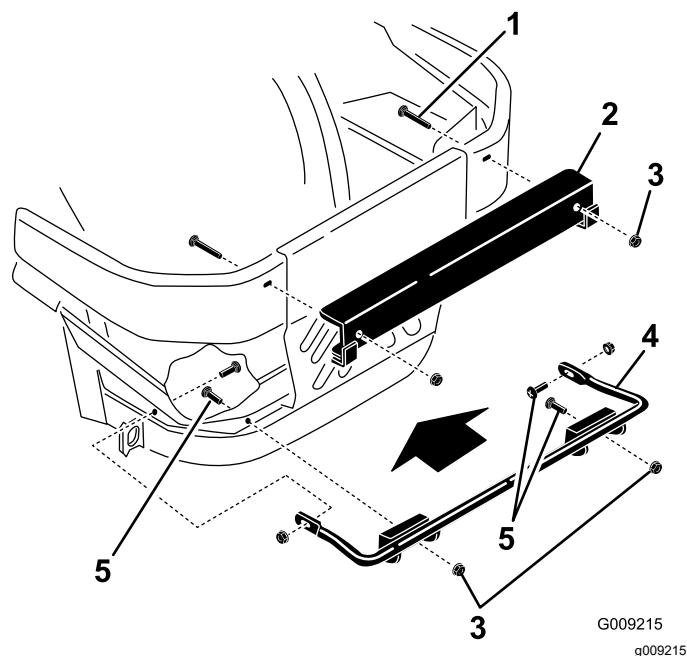

Figura 6
1. Montate la staffa di fissaggio inferiore sul telaio della macchina con 4 bulloni a testa tonda ($\frac{3}{8}$ " x $1\frac{1}{4}$ ") e 4 dadi flangiati ($\frac{3}{8}$ "), come illustrato nella Figura 6.
2. Installate la staffa di fissaggio superiore sui paraurti laterali sinistro e destro con 2 bulloni a testa tonda ($\frac{1}{2}$ " x $2\frac{1}{2}$ ") e 2 dadi flangiati ($\frac{1}{2}$ "), come illustrato nella Figura 6.